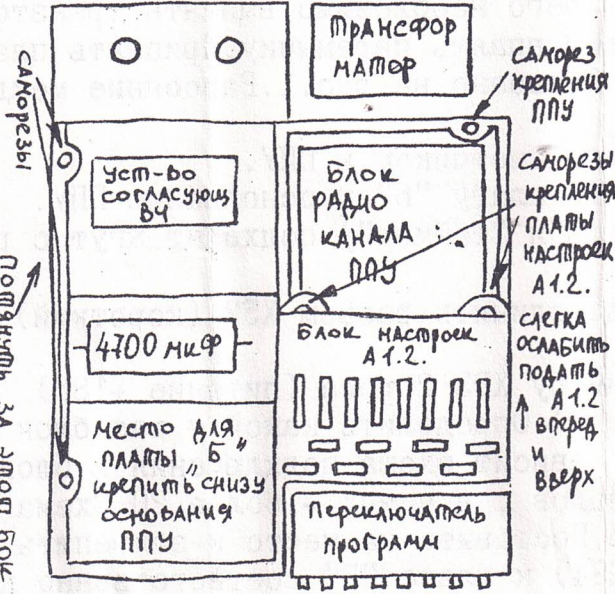
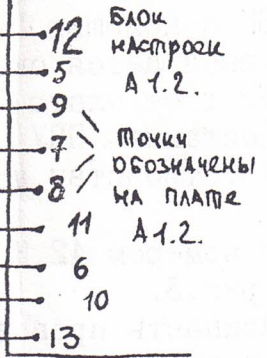
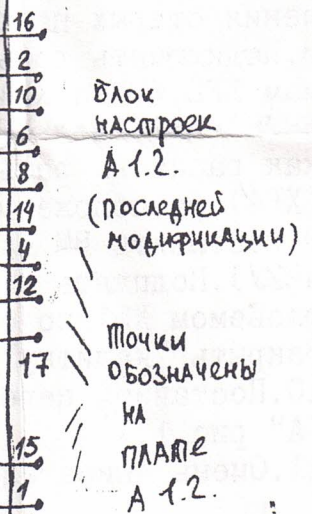

РИС. 2.
РИС. 4.
РИС. 5.
4. Поставить ППУ набок рис.2. Прикрепить плату "Б" к основанию ППУ.
7. Снять блок настроек плату 1.2 (рис.2). Определить какой у вас блок последней или ранней модификации от этого зависит схема подключения к блоку настроек В старых блоках настроек 18 выводов, в новых - более 20. Схема подключения старых на рис.4, новых на рис.5. Поставить на место и закрепить блок.